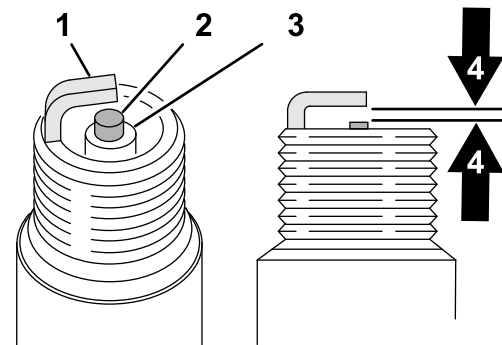

Figura 36
5. Uitați-vă la centrul bujiilor (Figura 36). Dacă izolatorul este maro deschis sau gri, motorul funcționează corect. Existența unui strat negru pe izolator semnifică de obicei faptul că filtrul de aer este murdar.
6. Măsurați interstiiul dintre electrozii central și lateral (Figura 36). Valoarea acestuia trebuie să fie de 0,76 mm.